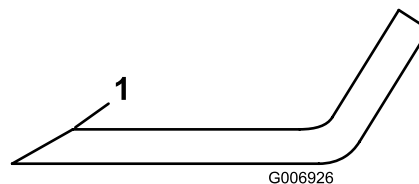

Bild 30
1. Schärfen Sie die Schnittkante jedes Messers an beiden Enden des Schnittmessers mit einer Feile (Bild 30). Behalten Sie den ursprünglichen Winkel bei. Das Messer bleibt ausgewuchtet, wenn Sie die gleiche Menge Metall von beiden Schnittkanten entfernen.